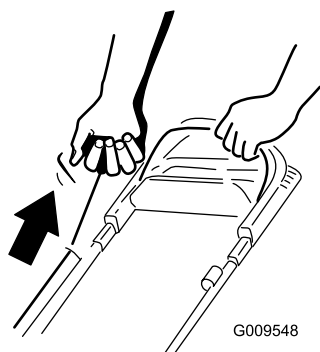
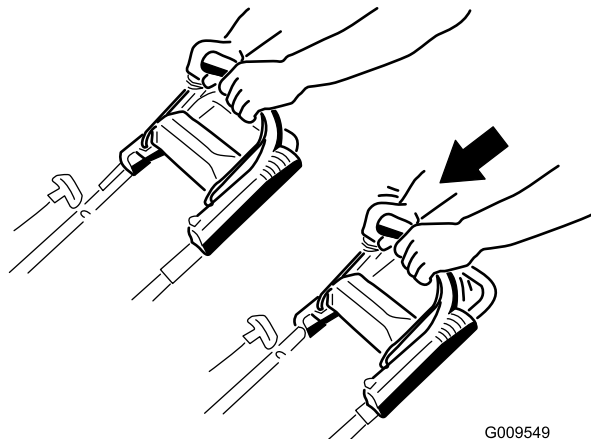

**Figura 18**
**Figura 19**
2. Presione el botón de arranque eléctrico (modelo de arranque eléctrico solamente; consulte Figura 18) o tire de la cuerda del arrancador de retroceso (Figura 19).
**Nota:** Si se ha retirado el botón de arranque eléctrico, introdúzcalo en el arrancador eléctrico; consulte Figura 18 (modelo de arranque eléctrico solamente).
con fuerza (Figura 19). Deje que la cuerda vuelva lentamente al manillar.